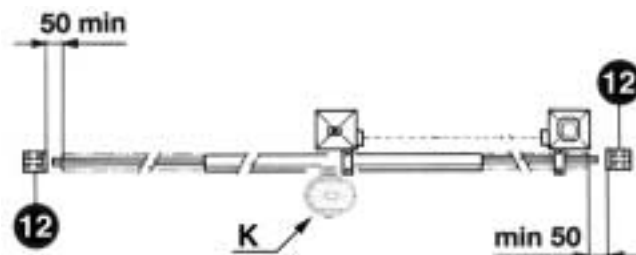

Fig. 2
- Ausser der elektrischen und mechanischen Endschalter, die mit der Steuerung verbunden werden ist es ratsam einen festen Endanschlagpunkt am Boden zu befestigen. Der im gegebenen Fall einer Fehlfunktion der elektronik den Antrieb mit seinen kinetischen und statischer Groesse zum halten bringt (12)(Bild 2).
Es ist notwendig, am Ende der Führung zwei mechanische Stopvorrichtungen zu befestigen (12) (Abb. 2).